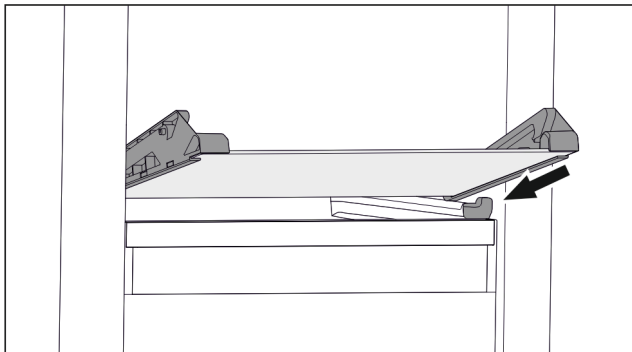

Fig. 108 可倾斜抽屉的玻璃隔板
- ▶ 将玻璃隔板斜放在止动器后面。(参见 Fig. 108)